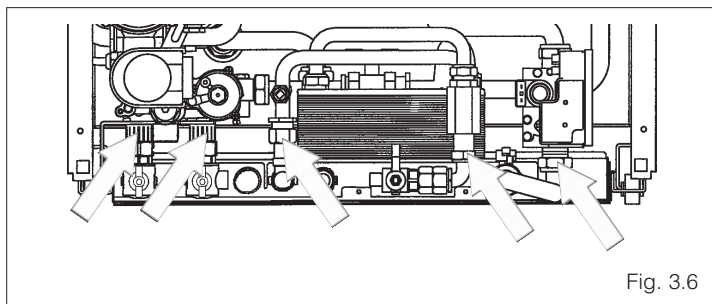

Fig. 3.6
- collegare le tubazioni della caldaia ai raccordi della dima (fig. 3.6) utilizzando le apposite guarnizioni fornite a corredo